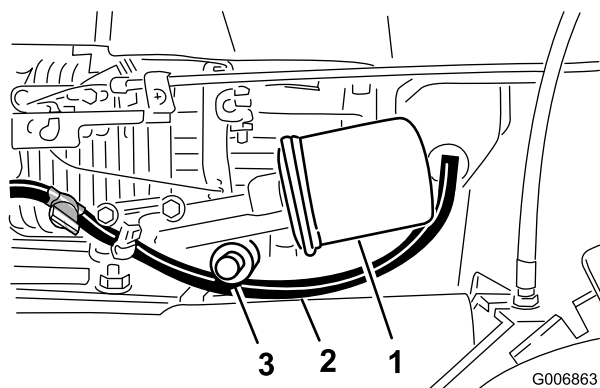

Figura 22
7. Aprite la valvola di spurgo dell'olio (Figura 22) e lasciate spurgare l'olio.
Sostituire il filtro dell'olio (Figura 22) ogni 100 ore di servizio oppure ogni anno, a seconda della data più prossima.